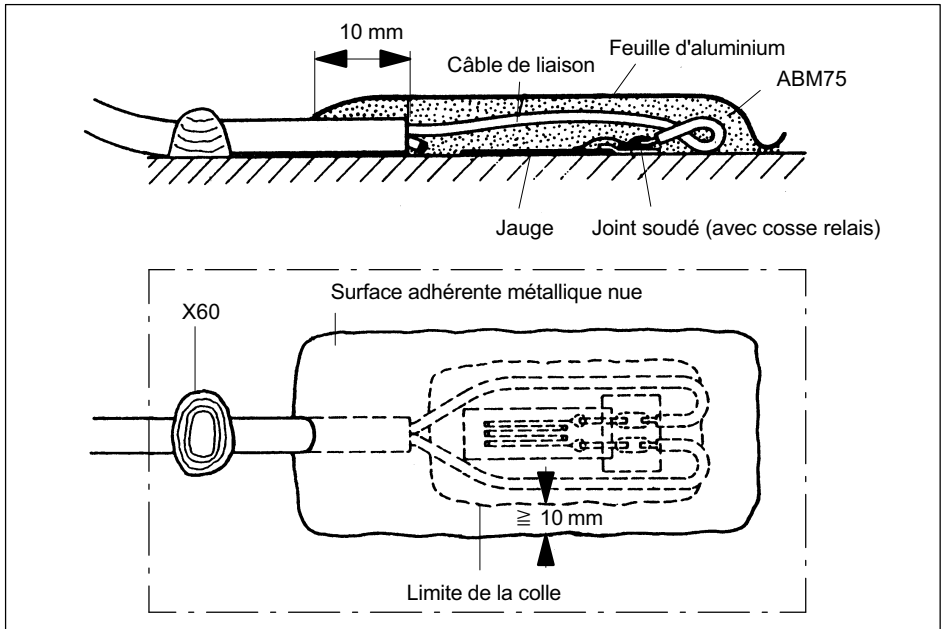

Fig. 4.1 Point de mesure de jauge recouvert de ABM75
- ▶ Coupez dans la bande un morceau d'une taille correspondant à la surface nettoyée. Il doit être au moins 10 mm plus large que les limites de la colle entourant la jauge et dépasser d'au moins 15 mm du côté raccordement du câble (voir Fig. 4.1).